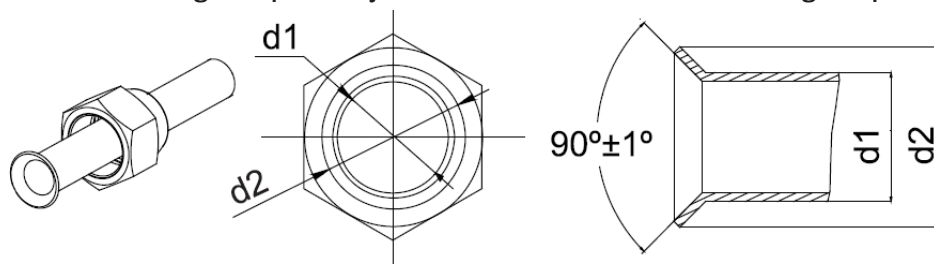

Fig.12
- (1). Kapa anslutningsröret med en rörkap och ta bort graderna.
- (2). Håll röret nedåt för att förhindra rörämne från att komma in i röret.
- (3). Avlägsna fläsmuttrarna på avstängningsventilen för utomhusenheten och inne i inomhusenhetens tillbehörspåse och för in dem i anslutningsröret. Använd sedan ett koningsverktyg för att flänsa anslutningsröret.
- (4). Kontrollera att flänsningen spridits jämnt och att det inte finns några sprickor (se Fig.12).